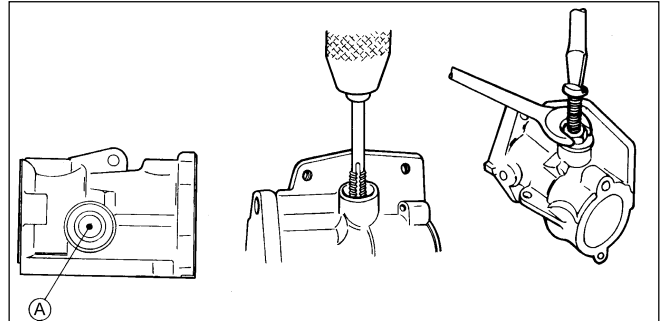

Fig. 10
Après avoir déposé le coude, extraire la soupape pour la remplacer. Pour cette opération, procéder comme suit (se reporter à la Fig. 10).
- Retirer le taraud et avec une vis de 5/32", un écrou et une rondelle (montés comme sur la Fig. 10 - Pièce 3), extraire la soupape. Après avoir vissé la vis dans le trou taraudé, la tenir avec un tournevis et dévisser l'écrou avec une clé. La soupape sera extraite par la vis.